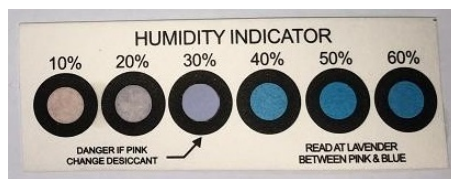

图 5-5 湿度卡的30%标识圈显示为淡紫色
- 20%标识圈显示为粉色、30%标识圈显示为淡紫色，需按要求烘焙产品后再进行贴片，见图5-5。